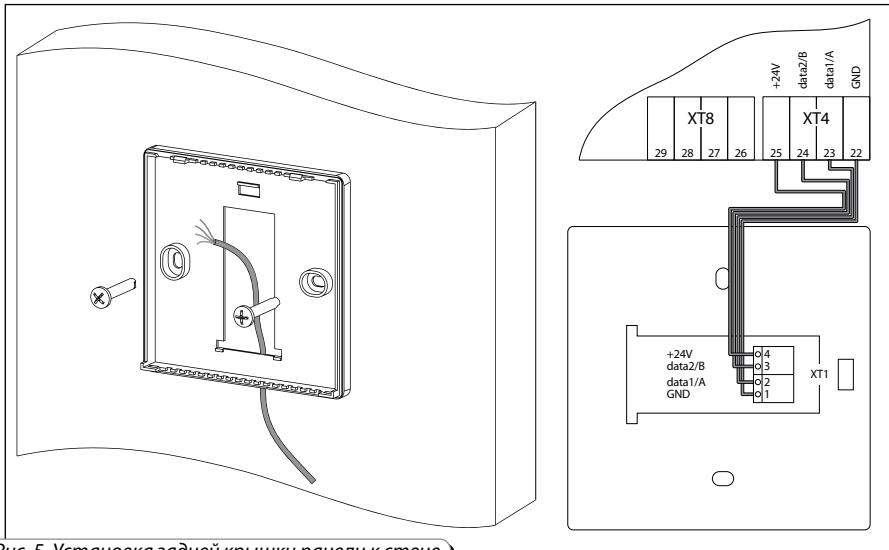

Рис. 5. Установка задней крышки панели к стене
- Закрепите заднюю крышку панели к стене (рис. 5).
- Соедините кабель с клеммной колодкой. Схема подключения приведена на рис. 5.